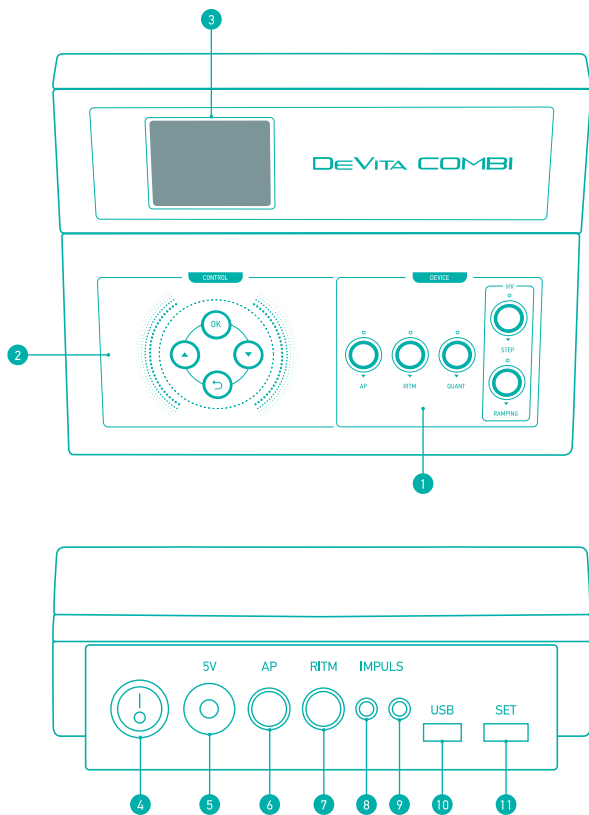

Рис. 8 Внешний вид устройства:
2. Включить блок питания в розетку с напряжением 220В. Нажать тумблер включения питания (№4 на рис. 8), при этом на панели управления «DEVICE» включится индикатор одного из блоков и дисплей.
Подключите антенну AP проводом № 1 к разъему «AP» на задней стороне устройства «DeVita Combi» (см. рис. 8).
Подключите антенну RITM проводом № 1 к разъему «RITM» на задней стороне устройства «DeVita Combi» (см. рис. 8).
Электроды подключаются при помощи кабелей № 4 к разъемам HV(+ красный; - чёрный) на задней стенке устройства (см. Рис. 8).